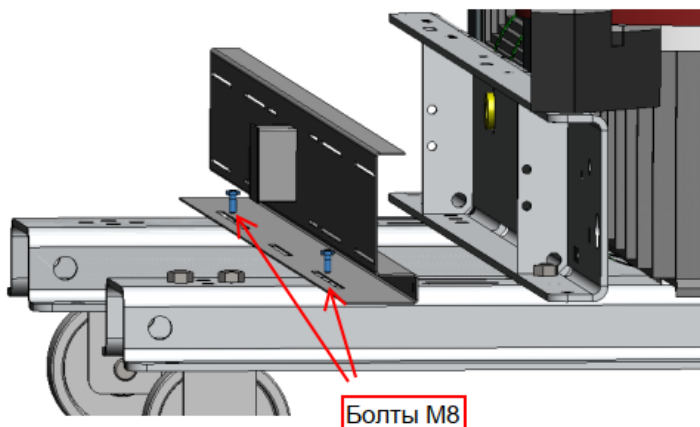

Рис.2
2. С помощью болтов M10 или M12 (по размеру паза) закрепить (не затягивая для последующей регулировки положения планки) установочную планку на опорных швеллерах трансформатора. Соблюдайте симметричность установки по длине трансформатора. См. Рис.2